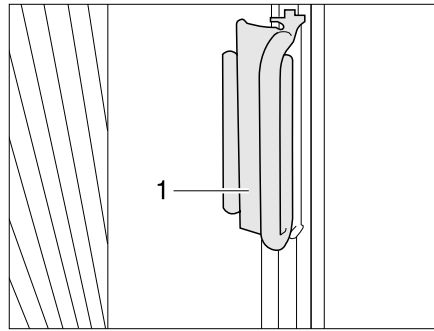

Fig. 15 Poignée du dispositif occultant plissé du pare-brise
- Pousser les dispositifs occultants plissés pour le pare-brise en dessous des recouvrements aux montants A avec les poignées (Fig. 15,1) et coincer la poignée sur le recouvrement. Le dispositif occultant plissé est bloqué.